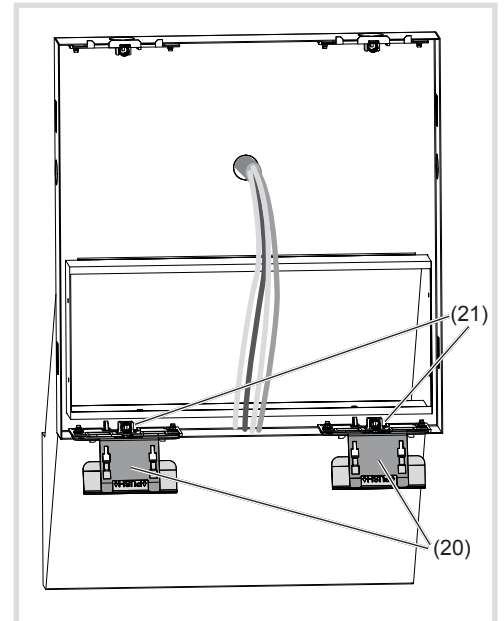

Bild 6: eingesteckte Öffnungswerkzeuge
(19) Aufschlagwinkel der Befestigungselemente
- Die beiden Öffnungswerkzeuge (20) in die Aufnahme der unteren Befestigungselemente (21) am Gehäuse stecken (Bild 6).